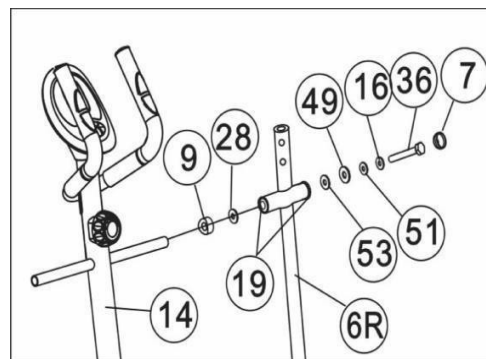

Figure 6
- Bringen Sie ein Arc-Distanzstück (9) und eine Wave-Scheibe (28) am rechten Ende der horizontalen Achse des vorderen Ständerrahmens (14) an.
- Setzen Sie die rechte Lenkerhalterung (6R) am rechten Ende der horizontalen Achse des vorderen Ständerrahmens (14) ein (die lange Seite des Lenkers zeigt nach innen) und befestigen Sie sie mit einer flachen Kunststoffscheibe (53), einer großen Unterlegscheibe (49), einer Federscheibe (51), einer M8-Speziialscheibe (16) und einer Schraube (36) M8×16.
- Nach der Montage der Mutternkappe (7) auf die M8×16-Schraube (36) kann die rechte Lenkerstütze (6R) frei bewegt werden.
- Führen Sie die gleichen Schritte wie oben aus, um die linke Lenkerstütze (6L) zu montieren. (Siehe Abbildung 6)